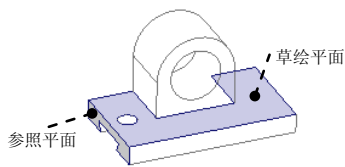
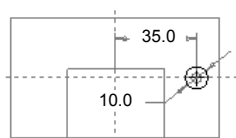

图 5.2.61 选取草绘平面与参照平面
图 5.2.62 截面草绘图形
(1) 选取命令。在操控板中单击 **放置** 按钮，然后在弹出的界面中单击 **定义...** 按钮，系统弹出“草绘”对话框。
(2) 定义截面草图的放置属性。
- ① 定义草绘平面。选取图 5.2.61 所示的零件表面为草绘平面。
- ② 定义草绘视图方向。采用模型中默认黄色箭头方向为草绘视图方向。
- ③ 对草绘平面进行定向。
- a) 指定草绘平面的参照面。选取图 5.2.61 所示的拉伸面作为参照平面。
- ④ 在“草绘”对话框中单击 **草绘** 按钮，进入草绘环境。
(3) 创建图 5.2.62 所示的截面草绘图形。
- ① 进入截面草绘环境后，接受系统的默认参照。
- ② 绘制截面几何图形，建立约束并修改尺寸。
- ③ 完成绘制后，单击“草绘”工具栏中的“完成”按钮 。